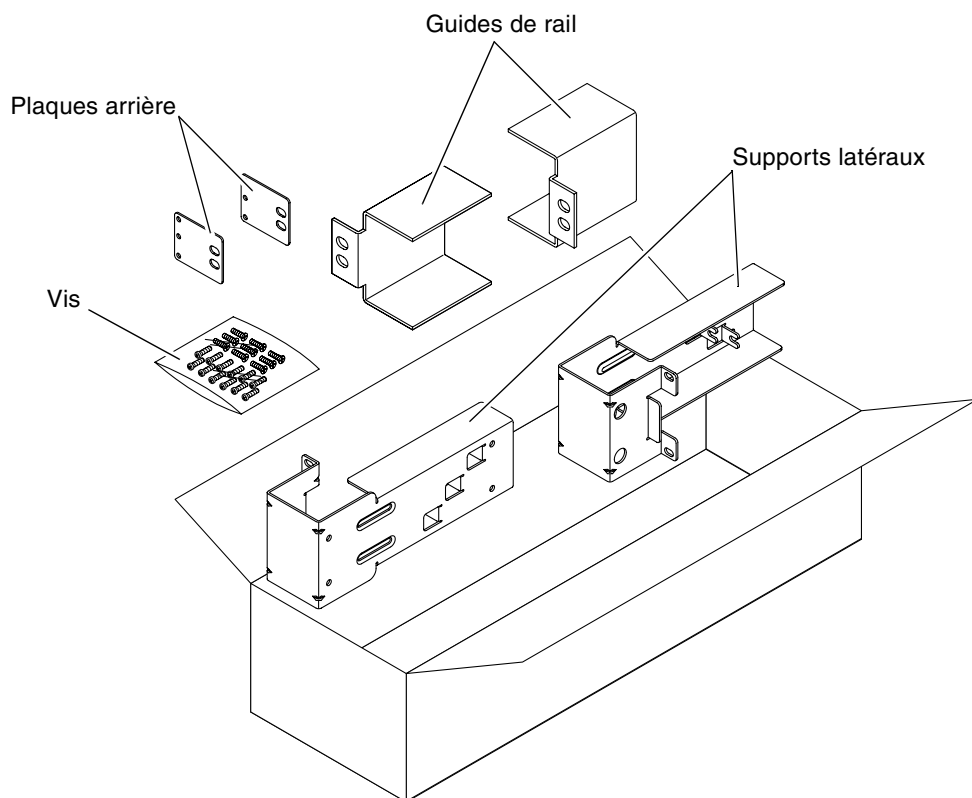

FIGURE 3-23 Contenu du kit de montage en armoire de 23" à deux colonnes
1. **Prélevez les supports latéraux dans le kit de montage (FIGURE 3-23).**
3. **Prélevez les guides de rail dans le kit de montage (FIGURE 3-23).**
7. (Facultatif) Si les vibrations de votre environnement sont particulièrement fortes, utilisez les plaques arrière pour bien fixer le serveur à l'armoire (FIGURE 3-23).